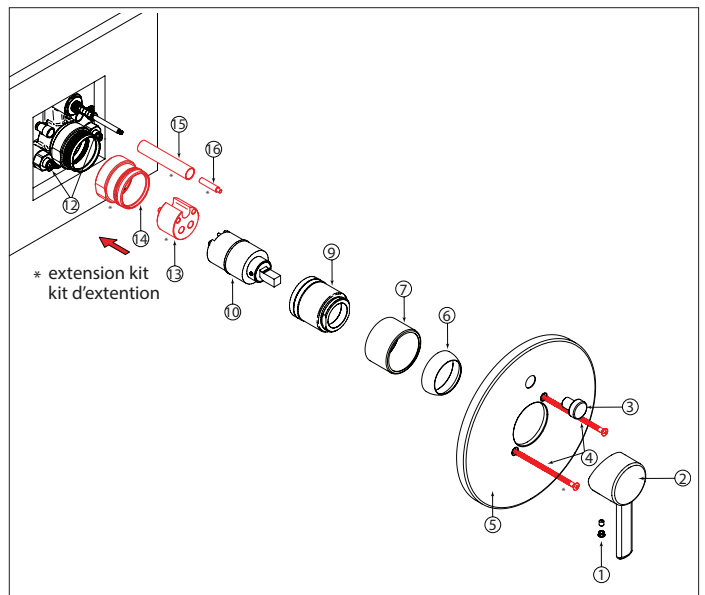

Fig. 9
Install the extension kits (13 - 16) (Fig. 9) and reinstall the components from (6) to (10) following the numerical order.
Open the two check valves (11) (Fig. 9) and inspect for possible leaks.
Reinstall the plate (5) back onto the finished wall using the new screws (4) included with the extension kit. Place the handle (2) and fix with the set screw (11). (Fig. 9).
Installer les kits d'extension (13 - 16) (Fig. 9) et réinstaller les composants de (6) à (10) en suivant l'ordre numérique.
Ouvrir les deux valves de service (11) (Fig. 9) et vérifier l'absence de fuites éventuelles.
Réinstaller la plaque (5) contre le mur de finition en utilisant les nouvelle vis (4) fournies avec le kit d'extension. Mettre la poignée (2) en place et la fixer avec la vis de réglage (11). (Fig. 9).